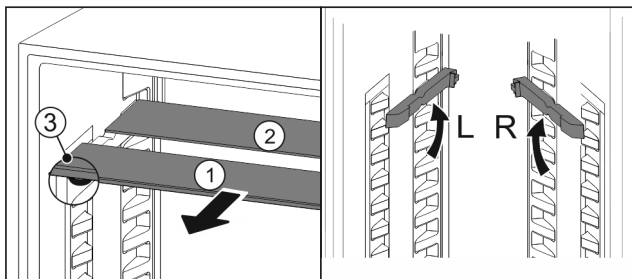

Fig. 25
- ▶ Vytiahnite sklené dosky jednotlivu dopredu Fig. 25 (1).
- ▷ Sklená doska Fig. 25 (1) s ozdobnou lištou leží vpredu.
- ▷ Zarážky Fig. 25 (3) ukazujú nadol.